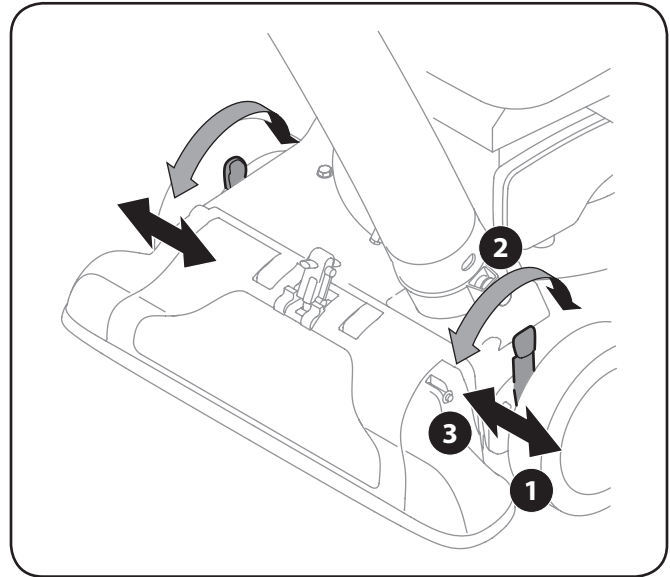

Figura 3-7
1. Oprima la palanca de ajuste de la altura del pico hacia la rueda. Vea la Figura 3-7.
3. Libere la palanca hacia la cubierta. Vea la Figura 3-7.